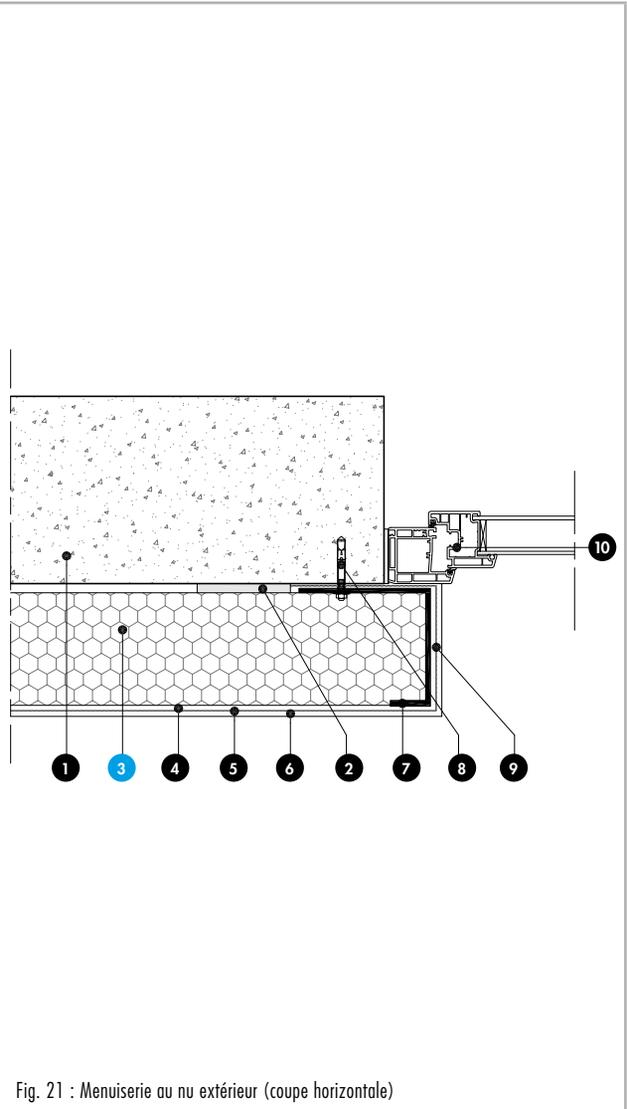

Fig. 21 : Menuiserie au nu extérieur (coupe horizontale)
**Nomenclature de la figure 21**